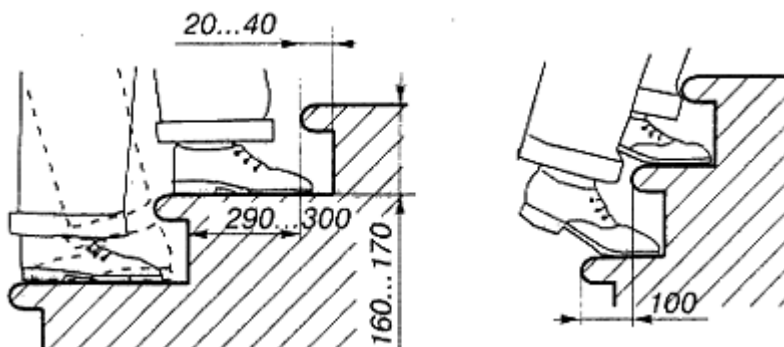

Рис. 6. Типы ступеней.
Например, если высота ступени 12 см, проступь составит 40 см (не считая выступа края ступени). Такое решение дает слишком широкую проступь. В таких случаях используют формулу (2), по которой ширина проступи равна 35 см. Практикой установлено, что для подъема наиболее удобны лестницы с высотой ступени от 140 до 170 мм и шириной проступи — от 340 до 370 мм. Таким образом, для определения ширины проступи при высоте ступени от 140 до 170 мм рекомендуется применять первую формулу. Высота ступени должна быть не более 200 мм и не менее 120 мм. Край ступени (выступ) должен быть порядка 20-40 мм (рис. 6).